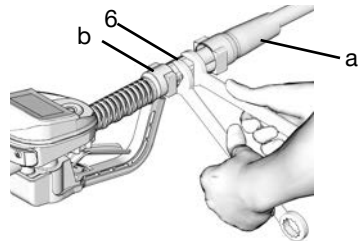

FIG. 7
2. Glisser le sabot (a) du raccord tournant en arrière, au-dessus du tuyau, en commençant par la petite extrémité, pour accéder au raccord tournant (6) (FIG. 7).
3. Appliquer un produit d'étanchéité pour filetages sur les filetages mâles du raccord du flexible. Visser le raccord du flexible (b) sur le raccord tournant de la vanne de distribution de précision (6). Utiliser deux clés pour bien serrer l'ensemble (FIG. 7).